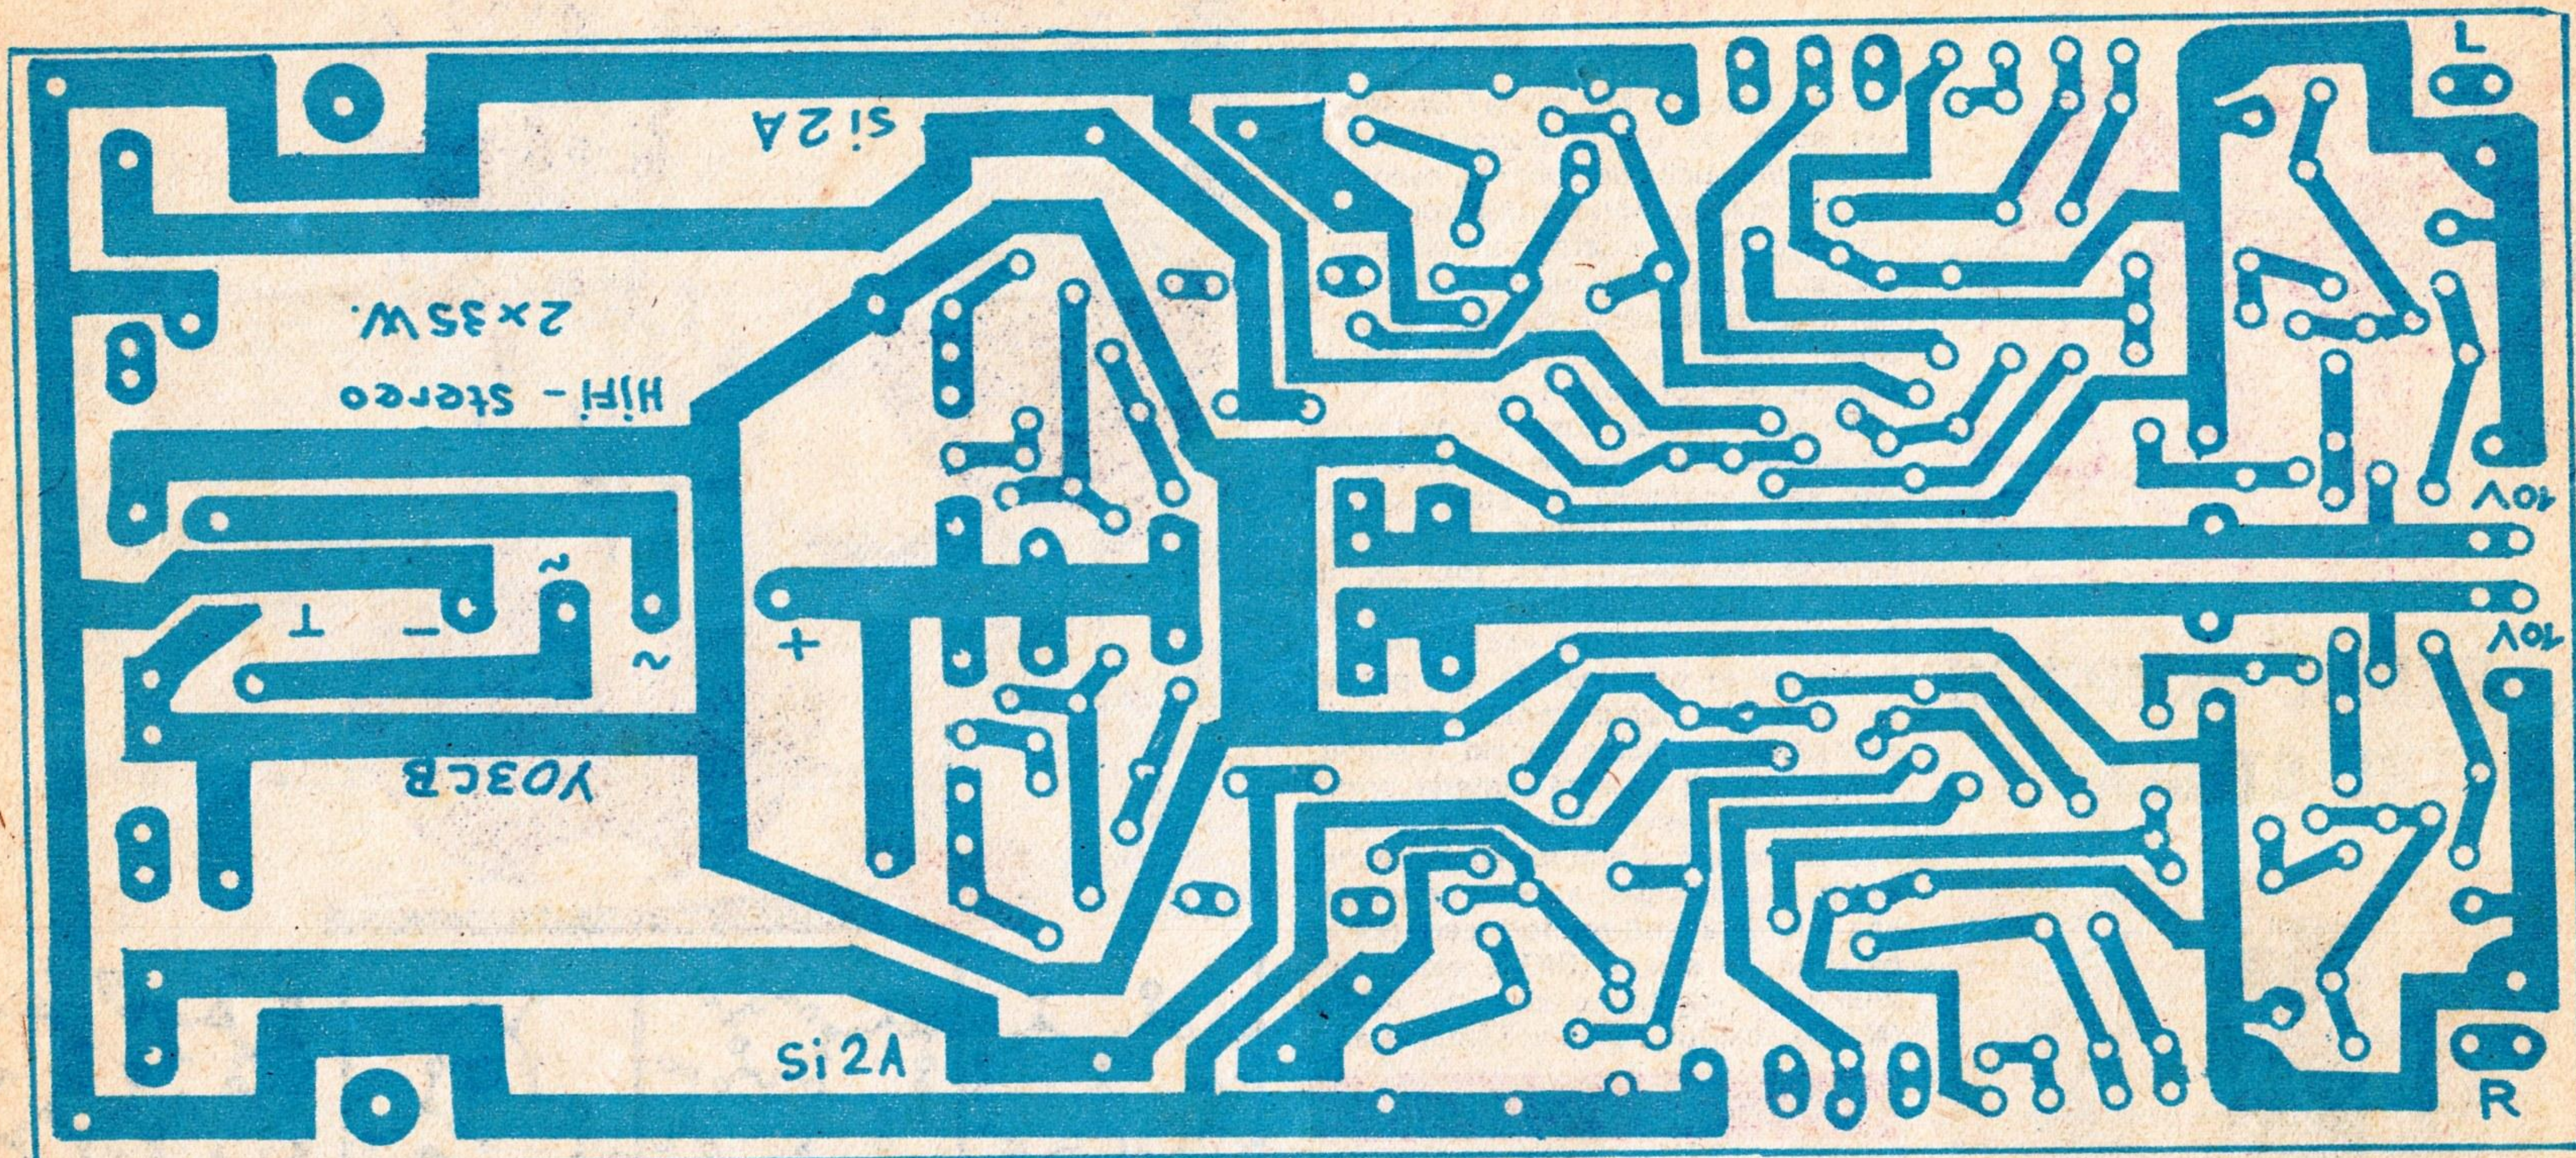

Fig. 2
Fig. 2 reprezintă la scara 1/1 circuitul imprimat care cuprinde cele două canale, iar în fig. 3 se arată și modul de amplasare a pieselor pe circuit.
O altă transformare a mașinii de găurit poate conduce la dispozitivul de șlefuit cu disc (fig. 2). Discul se realizează din lemn și este prevăzut cu un ax (3) ce se fixează cu trei șuruburi pentru lemn. Axul se strînge în mandrina mașinii de găurit. Din pînza abrazivă se taie un disc (4) cu diametrul mai mare decît al celui din lemn, avînd creștături laterale care se vor îndoi pe circumferința primului disc și se vor strînge apoi cu un inel din cauciuc, putînd fi ușor schimbat cînd se uzează. Fiînd rabatabilă, masa de sprijin aflată în fața discului permite șlefuirea suprafețelor sub diferite unghiuri. Cu ajutorul celor două șuruburi (6) se fixează